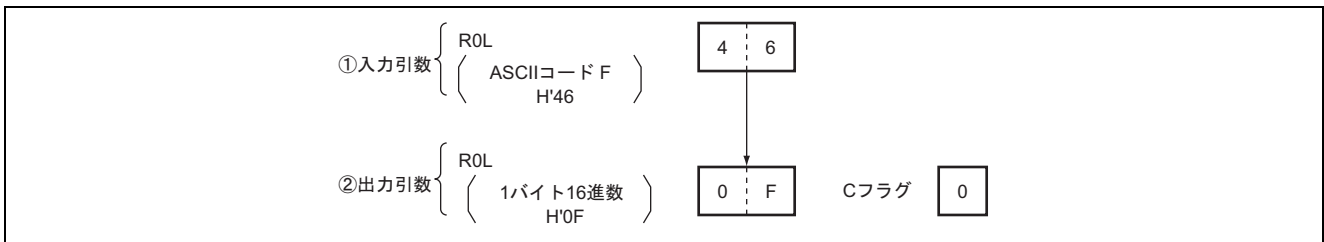

図 1 ソフトウェア NIBBLE の実行例
(2) 図 1 にソフトウェア NIBBLE 実行後の状態を示します。